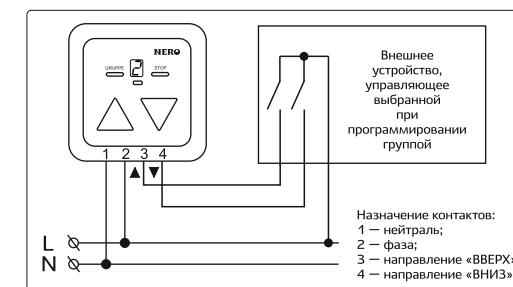

Рис. 1 – Подключение к сети 230 В и внешним устройствам управления
- подключить провода на клеммную колодку согласно схеме на рис. 1;